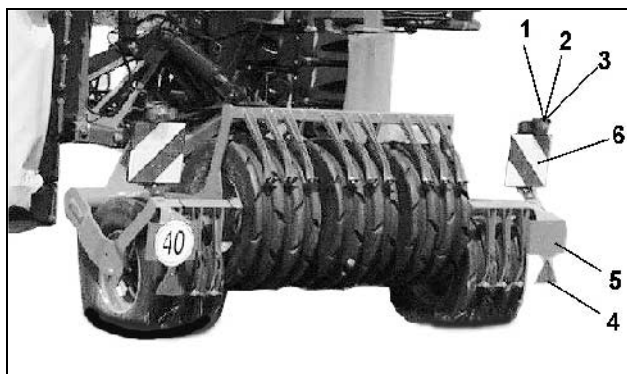

Fig. 19
- två bakljus (Fig. 19/1)
- två bromsljus (Fig. 19/2)
- blinkers (Fig. 19/3), om traktorns blinkers är skymda
- två röda reflexer (Fig. 19/4, runda, fyrkantiga eller trekantiga)
- skylthållare med belysning (Fig. 19/5), om traktorns skylt är skymd